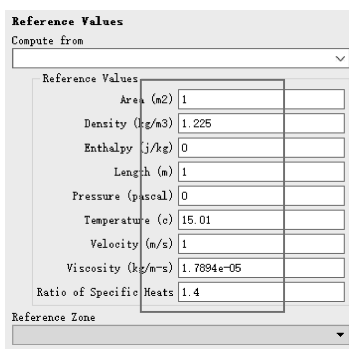

图 11-128 参考值
(1) 单击 Ribbon 功能区【Setting Up Physics】→【Reference Values...】，单击【Reference Values】，参数默认，如图 11-128 所示。
(2) 在菜单栏中单击【File】→【Save Project】，保存项目。